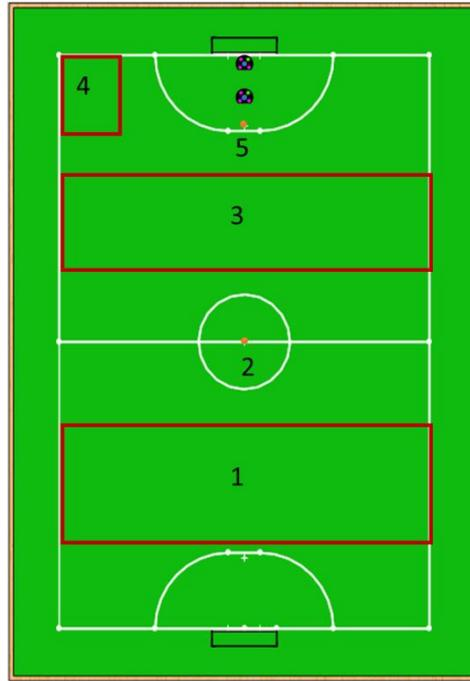

图 5 固定点区域分布示意
(1) 比赛需要设置 1 台防守机器人(标识为蓝队)，由组委会准备，为守门员机器人，尾部贴球门线，位置固定于球门前正中间（会移动扑球）。
(2) 参赛队伍需要上场 2 台进攻机器人（标识为黄队），进行 5 个固定点位的定位球进攻战术配合，且射门前至少完成一次传接配合（点球除外），整个过程要求在 15 秒内完成。
(3) 每个点位两次机会，得分后则进行下一个点位，未得分则可再次尝试（得分后则进行下一个点位，不可重新尝试择优成绩）。
(4) 一旦开始比赛，5 个场景需要依次进行，比赛过程中参赛队伍不得更换上场机器人，也不得更换上场机器人的电池。
(5) 5 个固定点分布在后场区、开球点、前场区、角球区、点球点，具体点位（含后场区、前场区、角球区）赛前不公布。5 个点分布的区域如图 5 所示。
(6) 比赛时按照①后场区、②开球点、③前场区、④角球区⑤点球点的顺序执行场景任务。每个场景执行前，先由裁判公布具体的放球点以及后卫机器人的放置点，再由裁判助理将球以及后卫机器人放置